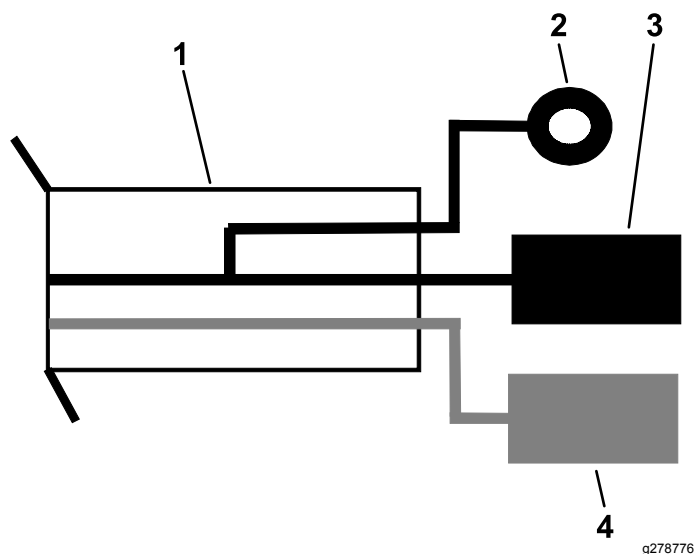

Figur 21
- På maskiner fra 2019 og derefter: Fastgør den nye sikringsblok med de 2 selvskærende skrue som vist i Figur 21.